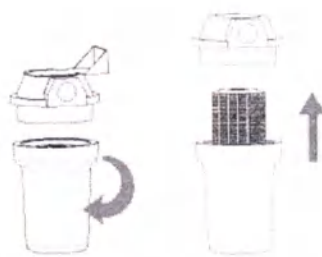

Рисунок 7 – Извлечение сетки фильтра
- Открутите фильтр (см. рисунок 7 – левая часть) против часовой стрелки.
- Вытащите сетку фильтра из фильтра (см. рисунок 7 – правая часть). Промойте сетку чистой водой.